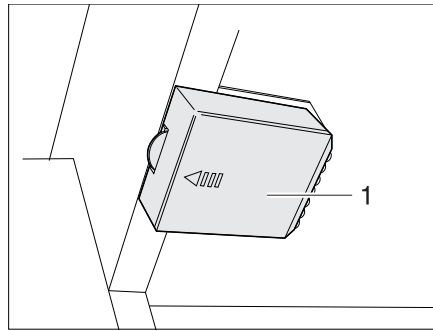

Fig. 174 Lámpara del armario ropero con LED, compartimiento de la batería cerrado
- Deslizar la tapa (Fig. 174,1) en sentido de la flecha.